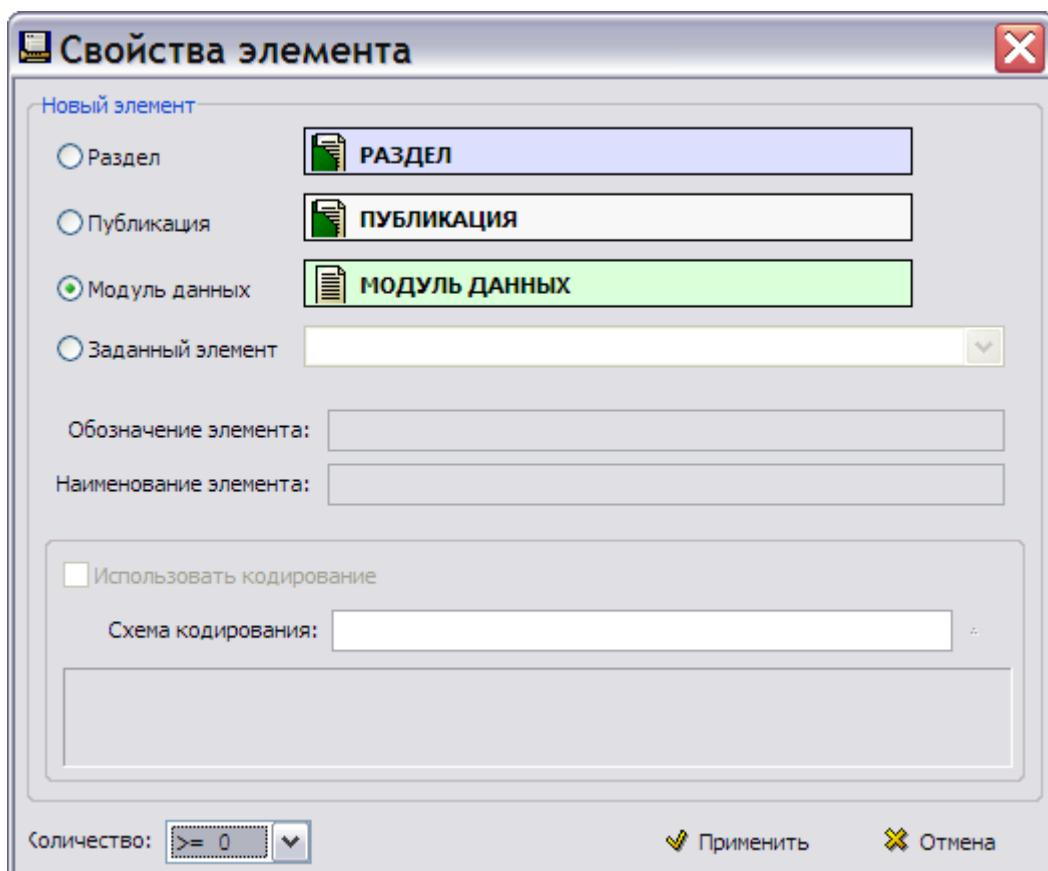

Рис. 4.11
3. В появившемся диалоговом окне **Свойства элемента** выберите тип элемента **Модуль данных** (Рис. 4.11).
5. В окошке **Количество** из раскрывающегося списка выберите возможное количество дочерних элементов – индикатор типа «ноль и более» (Рис. 4.11).